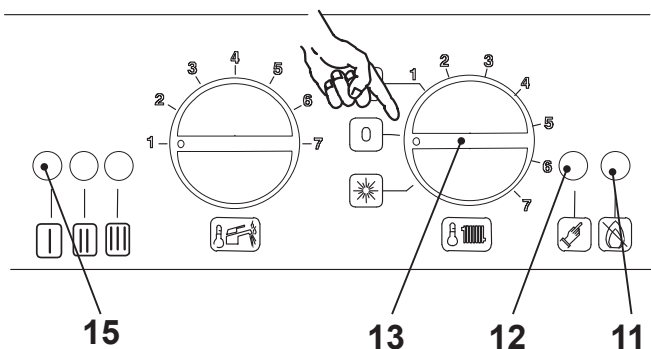
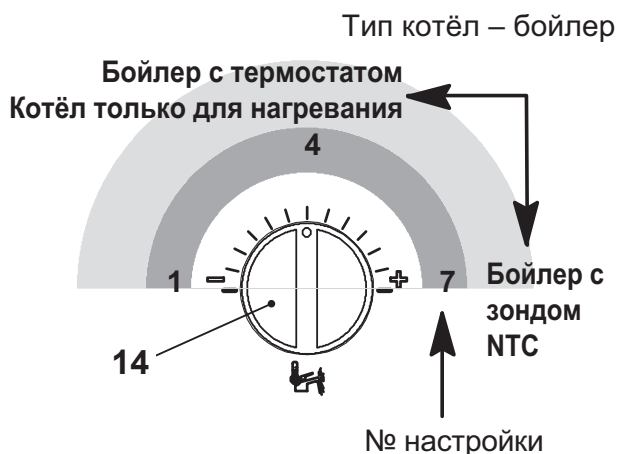
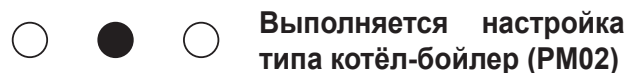

рисунок 5.30
рисунок 5.32
рисунок 5.34
- Для показа заданной настройки держите в нажатом положении кнопку сброса 12 (рисунок 5.30), примерно, 5 секунд. Сигнальные лампочки 15 (рисунок 5.28) будут мигать столько раз, сколько было установлено (рисунок 5.32).
- Для изменения настройки поверните ручку регулировки температуры санитарного оборудования 14 (рисунок 5.32)
и поставьте её на тип выбранного котла (на рисунке примера ручка была настроена на Котёл с бойлером с термостатом или только нагревание), сигнальная лампочка блокировки 11 (рисунок 5.30) начнёт быстро мигать.
- Для внесения в память настройки держите в нажатом состоянии кнопку сброса 12 (рисунок 5.30), примерно, 5 секунд, все сигнальные лампочки 15 (рисунок 5.28) начнут одновременно мигать, как показано на рисунке 5.33.
- Нажимайте на кнопку сброса 12 (рисунок 5.30) (1 раз) пока не будут показаны сигнальные лампочки 15 (рисунок 5.28) как на рисунке 5.34.
- Для показа заданной настройки держите в нажатом положении кнопку сброса 12 (рисунок 5.30) примерно, 5 секунд. Сигнальные лампочки 15 (рисунок 5.28) будут мигать столько раз, сколько было установлено (рисунок 5.34).